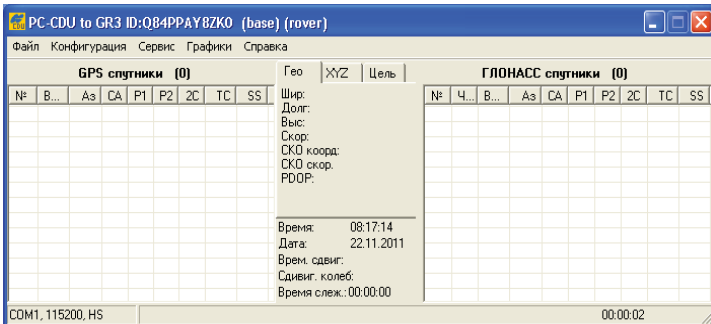

Рис. 3-29. Главное окно программы PC-CDU
2. Запустите программу PC-CDU на компьютере. Внешний вид главного окна программы представлен на (Рис. 3-29).